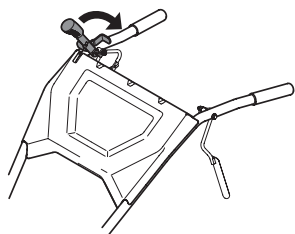

Figure 17
- b. Soulevez le guidon jusqu'à ce que les dents ne touchent plus le sol. Puis, tirez le levier de marche arrière pour passer en marche arrière. Voir Figure 17.